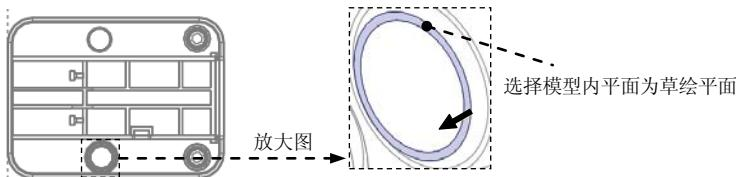

图 20.16 定义草绘平面
(1) 单击 **分型面** 操控板 **曲面设计** ▾ 区域中的“填充”按钮 ，此时系统弹出“填充”操控板。
(2) 定义草绘截面放置属性。右击，从弹出的菜单中选择 **定义内部草绘...** 命令；选择图 20.16 所示的模型表面为草绘平面，接受图 20.16 中默认的箭头方向为草绘视图方向，然后选取图 20.16 所示的 **MOLD_FRONT** 基准平面为参考平面，方向为 **右**，单击 **草绘** 按钮，进入草绘环境。